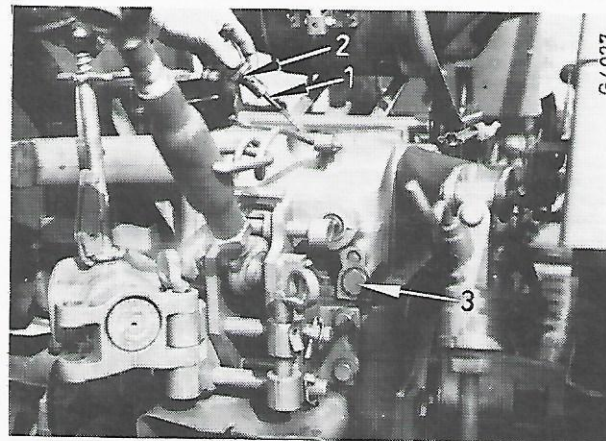

Fig. 69
Dévissez et enlevez la jauge (1, fig. 69) et essuyez-la.
Faites descendre au maximum les bras de relevage. Enlevez le bouchon de vidange (3) et la jauge (1), fig. 69. Recueillez l'huile dans un récipient en utilisant une goulotte.
Remettez la crépine (2) et le bouchon de vidange (3), fig. 69.
Remplissez le carter de relevage hydraulique en suivant les indications données sous la figure 69. Purgez le système hydraulique en procédant de la façon suivante :